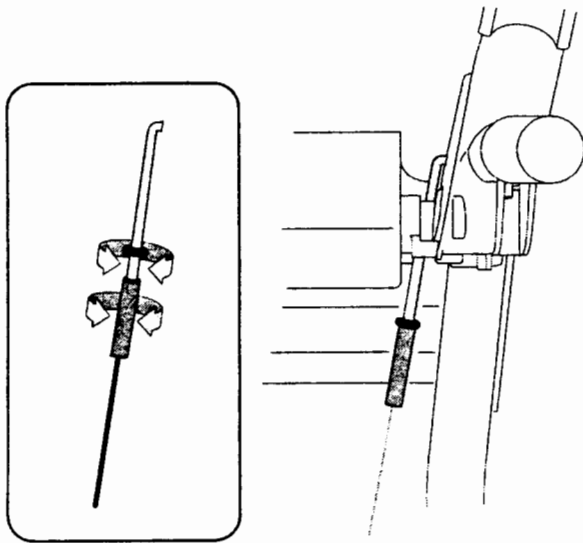

Figure 18
Si l'un des tests ci-dessus échoue, ajustez le câble de la transmission. Consultez la Figure 18 et continuez comme suit:
- Desserrez le contre-écrou à six pans du raccord en «Z» du câble (**sans tordre le câble**) de commande de la tarière. Faites tourner la virole du câble vers le bas pour obtenir plus de jeu ou vers le haut pour obtenir moins de jeu. Voir la Figure 18 .